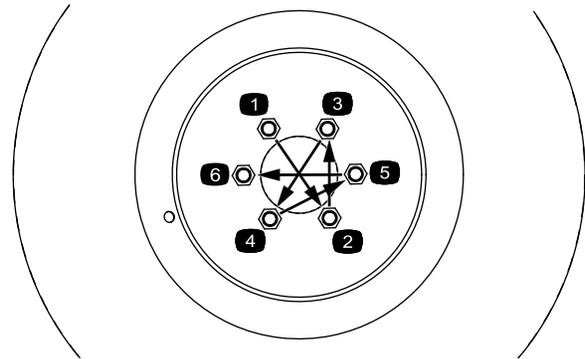

Figura 14
2. Instale los neumáticos delanteros usando las tuercas de rueda que retiró anteriormente. Apriete las tuercas de rueda a entre 94 y 122 N·m siguiendo un patrón cruzado (Figura 14).